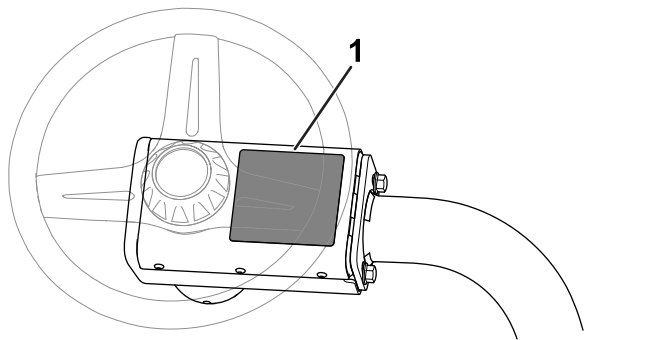

図 16
- CE 警告ステッカー P/N 136-8505 を、既存の警告ステッカー P/N 136-8506 の上から貼り付ける 図 16 を参照。